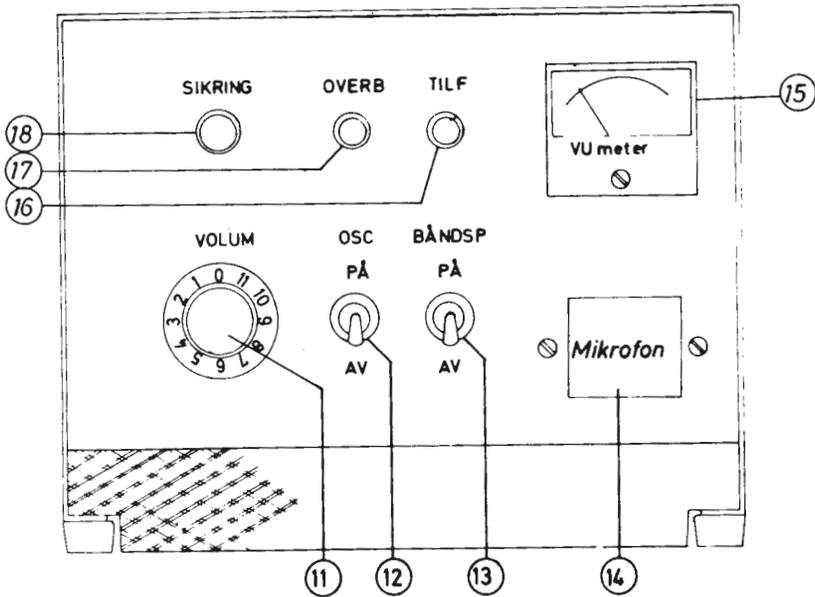

Fig. 1. Høytalerforsterker «VINGTOR» type NA 3.
##### *Forsterker type NA - 3 (se fig. 1)*
##### *Forsterker type NA - 3 (se fig. 1).*
*Forsterker type NA - 3 (se fig. 1)*